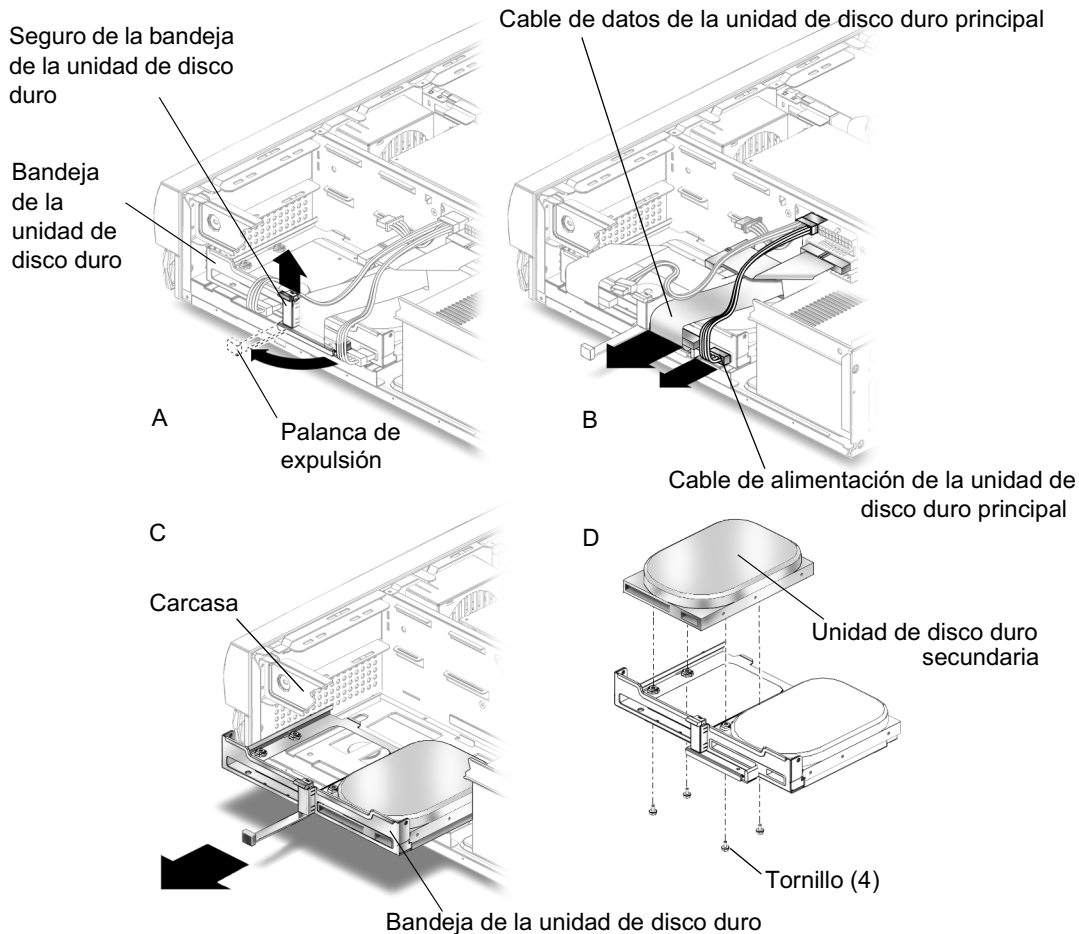

FIGURA 4-11 Instalación de una unidad de disco duro secundaria
4	Unidad de disco duro y la correspondiente bandeja (no pueden verse). La bandeja da cabida a dos unidades de disco duro (FIGURA 4-11, imagen C).
2. Tire hacia arriba del seguro de la bandeja de la unidad de disco duro y, al mismo tiempo, tire hacia afuera de la palanca de expulsión de la bandeja de la unidad de disco duro (FIGURA 4-11, imagen A).
3. Desconecte el cable de alimentación y el cable de datos de la unidad de disco duro principal de la unidad de disco duro existente (FIGURA 4-11, imagen B).
4. Extraiga la bandeja de la unidad de disco duro de la carcasa y colóquela sobre una alfombrilla antiestática (FIGURA 4-11, imagen C).
5. Coloque la unidad de disco duro secundaria en la bandeja de la unidad de disco duro. A continuación, mantenga la unidad en posición mientras da la vuelta a la bandeja en la alfombrilla antiestática (FIGURA 4-11, imagen D).
9. Vuelva a conectar el cable de alimentación y el cable de datos de la unidad de disco duro principal con dicha unidad (FIGURA 4-11, imagen B).
10. Deslice la bandeja de la unidad de disco duro, empujando por los bordes metálicos, hasta que la palanca de expulsión quede encajada (FIGURA 4-11, imagen A).